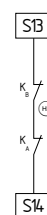

Fig. 9
**Démarrage automatique (Fig. 9)**